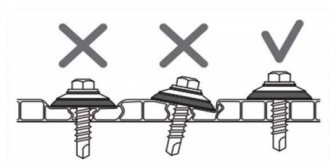

Рис. 5 Крепление панели сотового поликарбоната саморезами с герметизирующими шайбами
- не перетягивать саморезы при креплении панели, оставляя небольшой зазор на "свободный ход" (рис. 5);